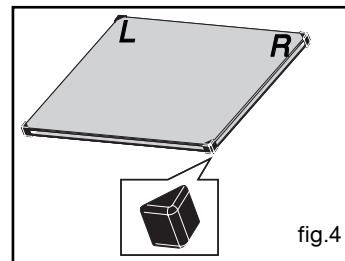

fig.4
#### • Plat multi usages (fig.4)
- Si nécessaire, retirez l'ensemble des glaces intérieures de la porte. Cet ensemble est composé d'une ou deux glaces selon modèle avec à chaque coin une butée caoutchouc noire (fig.4).